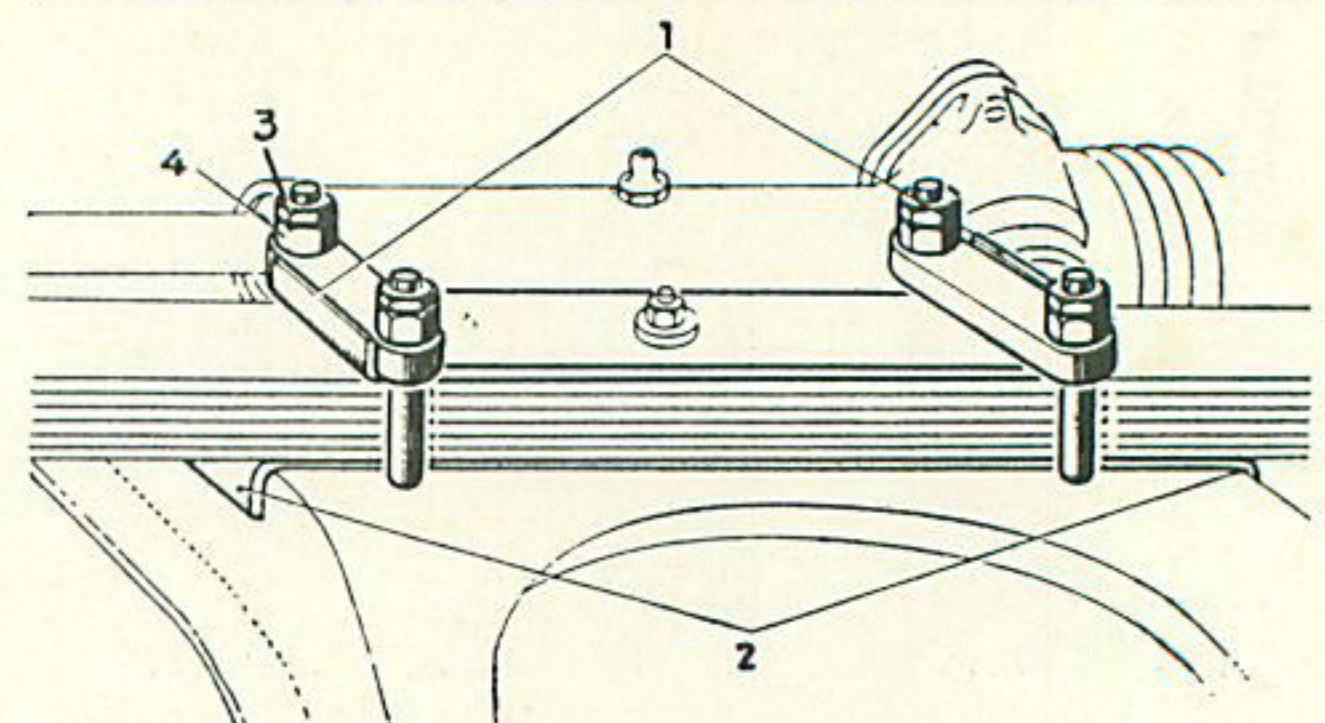

Fig. 52. — Réglage du carrossage.
- Rabattre les parties extrêmes de la plaque supérieure de centrage (1), sur le ressort supérieur et les parties extrêmes de la plaque inférieure de réglage (2) contre les lames (fig. 52).
- Déposer les quatre contre-écrous (3) des deux brides du ressort supérieur. Desserrer suffisamment les quatre